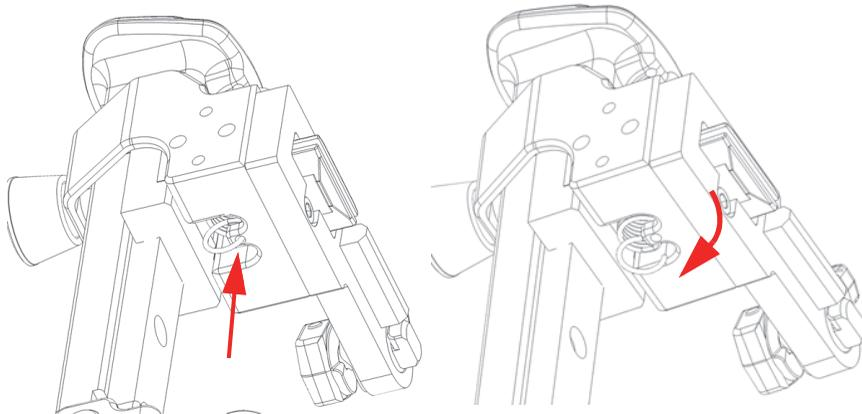

図 2-29 固定穴からバネを取り外す
1. ラジオペンチを使用して、SLA ブラケットの穴からバネの底部を取り外します（63 ページの図 2-29）。